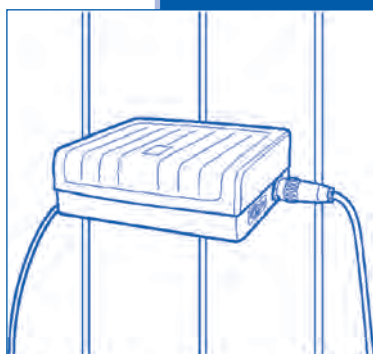

Figura 2
- Fixe a caixa de alimentação à parede (**Figura 2**).